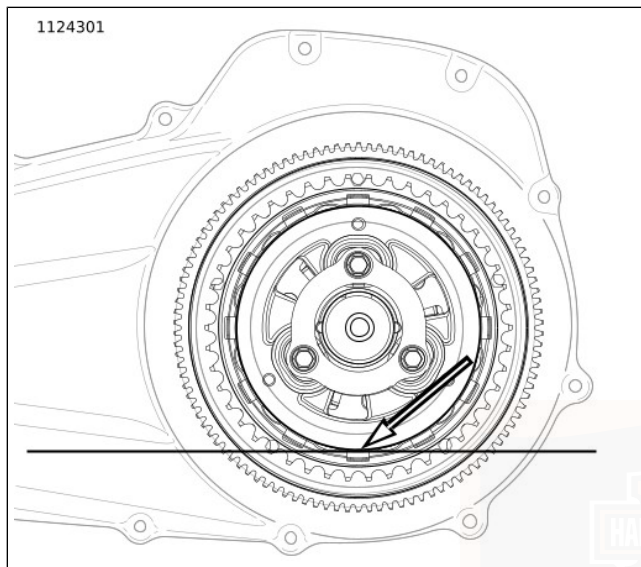

Figure 72. Niveau de lubrifiant primaire
- b. Voir Figure 72 . Le niveau correct est environ en bas du diamètre extérieur du plateau d'embrayage.